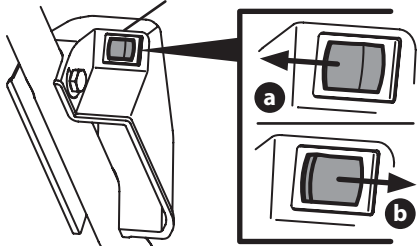

Figure 8
1. Suivez les instructions qui s'appliquent pour choisir le régime du moteur : Voir Figure 8.